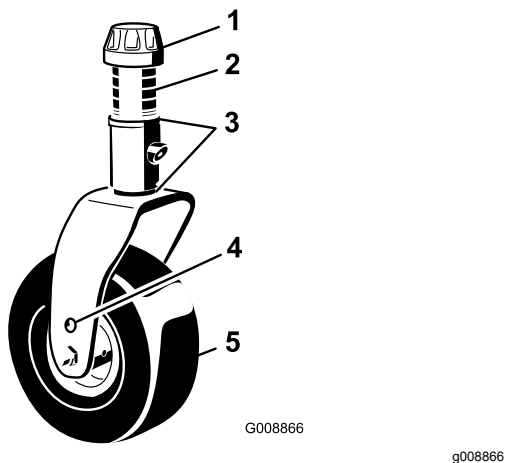

Figura 121
1. Retire tampa de tensionamento do eixo roscado e desloque o fuso para fora do braço da roda giratória (Figura 121).